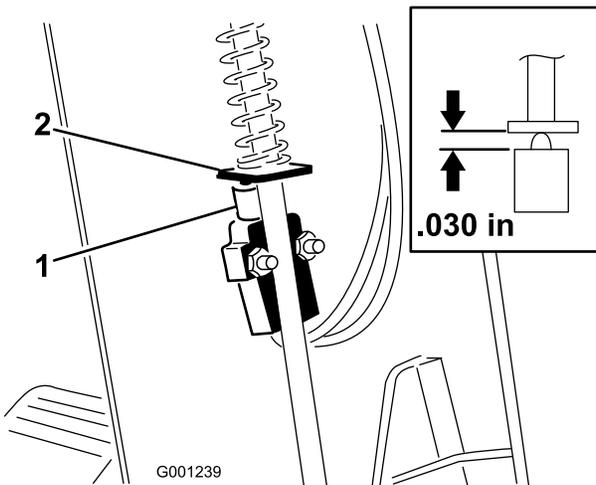

図 62
3. カバーを上へスライドさせて駐車ブレーキスイッチを露出させる (図 62)。
5. 駐車ブレーキのロッドのパドルとスイッチのプランジャとを整列させる (図 62)。
6. 駐車ブレーキロッドを押し下げ、スイッチが押し上げられてプランジャが圧縮された時のプランジャの長さを 0.8 mm とする (図 62)。これが、プランジャのハウジングの上端からパドルの表面までの距離となる。